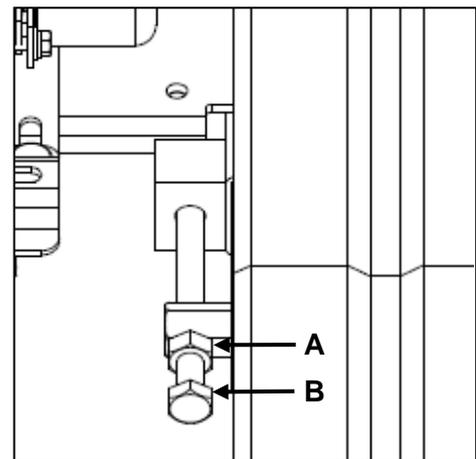

Figura 27
2. Allentare il controdado (A, Figura 27) situato nella parte posteriore della macchina.
3. Ruotare il bullone di tensione (B, Figura 27) in senso orario per aumentare la tensione del cingolo e in senso antiorario per diminuirla.